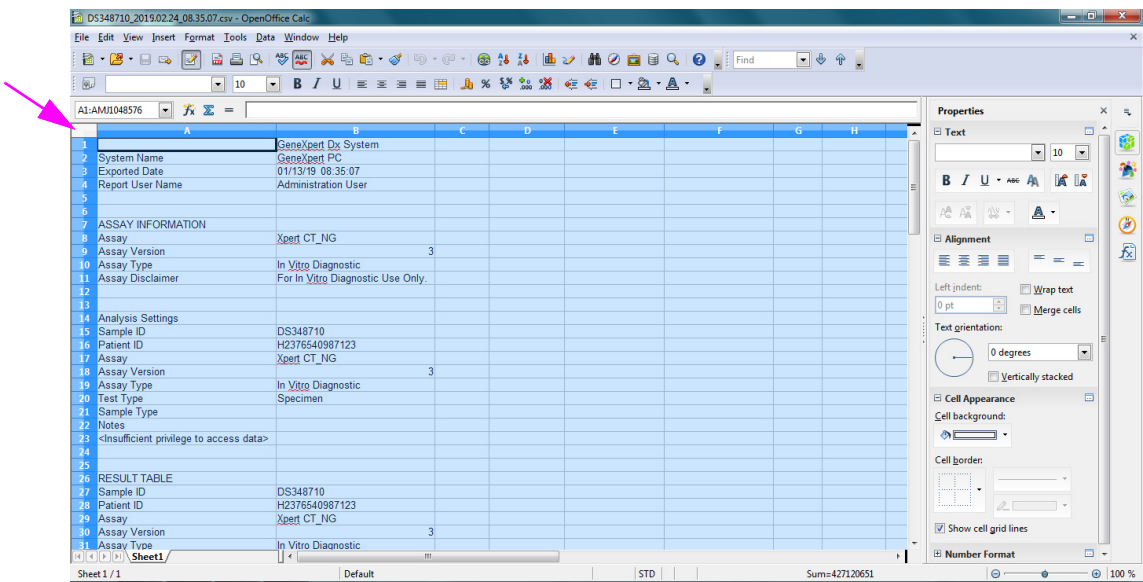

图 D-5. 所有选中的单元格
6. 选择后，单击 **OK（确定）**。 .csv 文件将显示。参见图 D-5。
7. 文件打开后，单击工作表的左上角以高亮显示所有单元格，如图 D-5 所示。